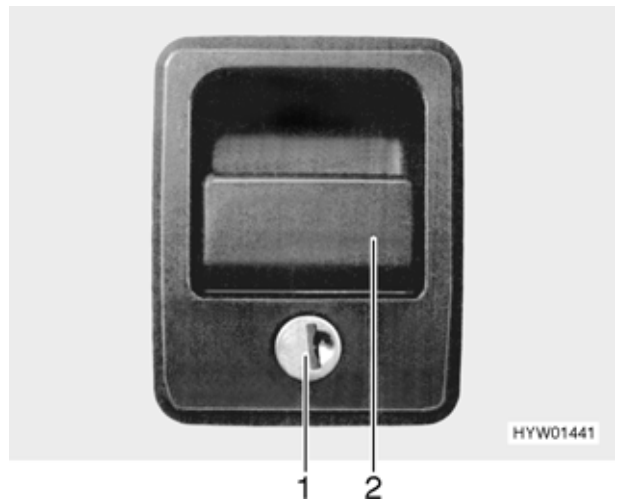

Bild 51 Klappenschloss (Variante 1)
- Schlüssel in Schließzylinder (Bild 51,1) stecken und eine viertel Umdrehung entgegen dem Uhrzeigersinn drehen. Das Klappenschloss ist geöffnet.
- Am Schlossgriff (Bild 51,2) ziehen. Die Außenklappe ist geöffnet.